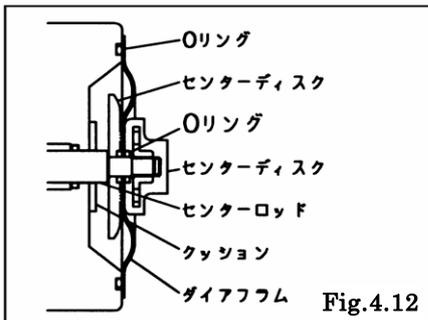

Fig. 4.12
- ・ダイアフラムは凸側を外側に取り付ける。[Fig.4.12]